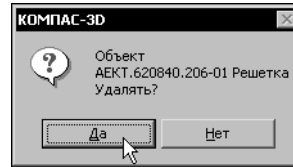

Рис. 12.7. Запрос на удаление объекта
3. Внимательно прочитайте сообщение в появившемся диалоге (рис. 12.7). Убедитесь, что удаляете действительно ненужный объект. Нажмите кнопку **Да**.